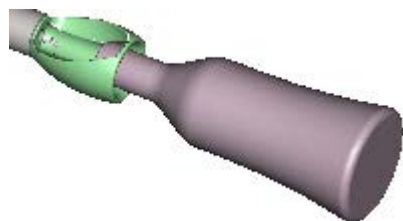

图 12.5.36 装配酒瓶
Step27. 增加固定元件：装配酒瓶子装配件 (bottle_asm)。按与 Step7 相似的操作方法，装配酒瓶子装配件 (bottle_asm.asm)，如图 12.5.36 所示。